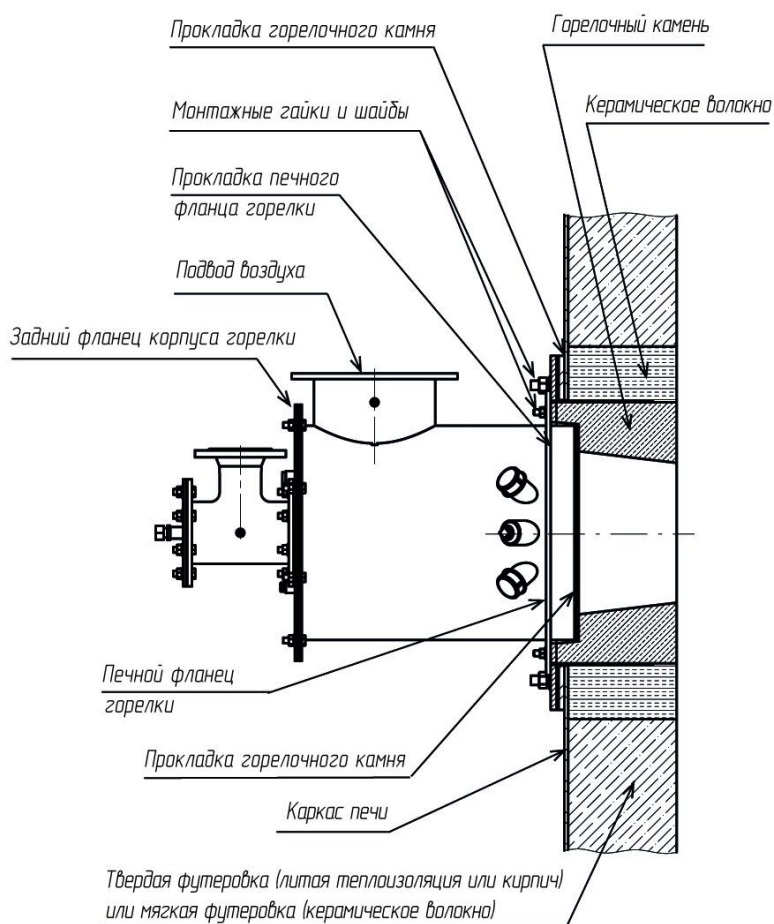

Рисунок 4 – Пример горизонтальной установки горелки СТАРТ
4.2.2 Пример горизонтальной установки горелки СТАРТ с горелочным камнем в мягкую или твердую футеровку печи показан на рис. 4.
4.2.6 Для установки горелки с горелочным камнем в печь с твердой футеровкой руководствоваться рис. 4 настоящего раздела Руководства.